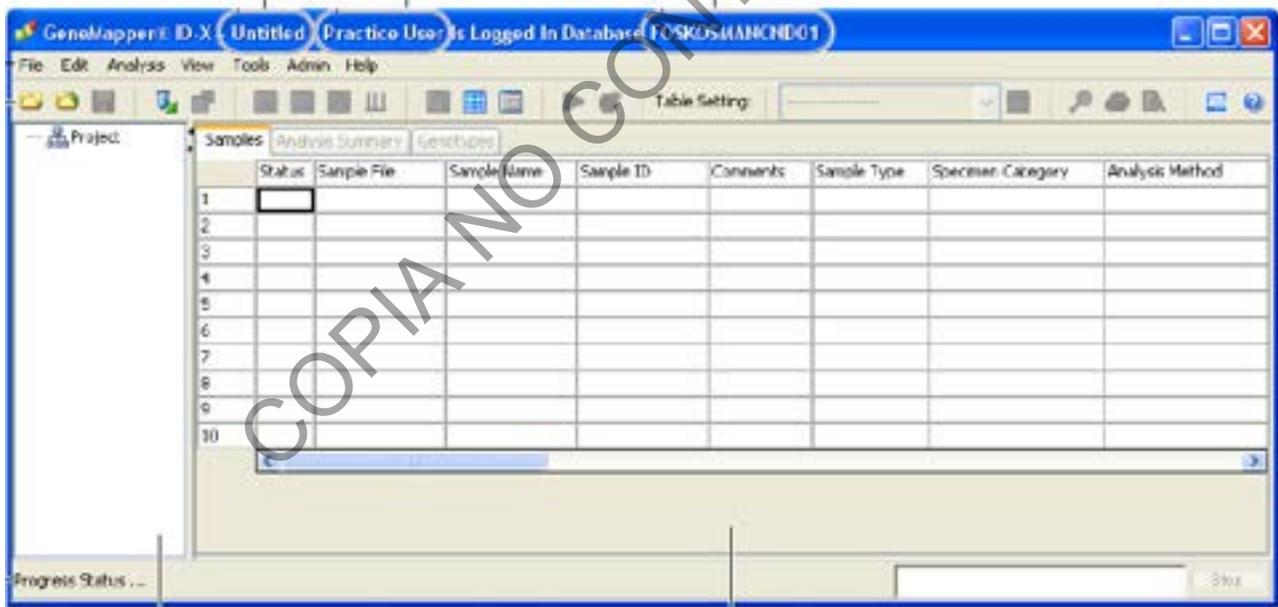

Figura 41. Programa *GeneMapper ID-X*
7.17.4 Se desplegará la pantalla del programa (ver figura 41).